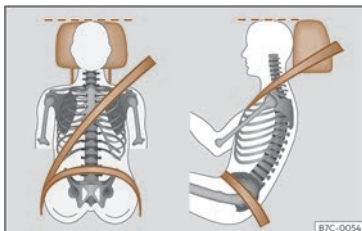

Fig. 32 Banda del cinturó i reposacaps ajustats correctament.
- Ajusteu el reposacaps de manera que la vora superior quedi, en la mesura que sigui possible, a l'altura de la part superior del cap, i mai per sota dels ulls¹⁾. Mantingueu el clatell al més a prop possible del reposacaps >>> **fig. 32**.
- Ajusteu longitudinalment el seient de manera que pugueu trepitjar a fons els pedals amb els genolls lleugerament flexionats i que quedi una distància entre la zona dels genolls i el tauler d'instruments d'almenys 10 cm (4 polzades) >>> **fig. 32**.